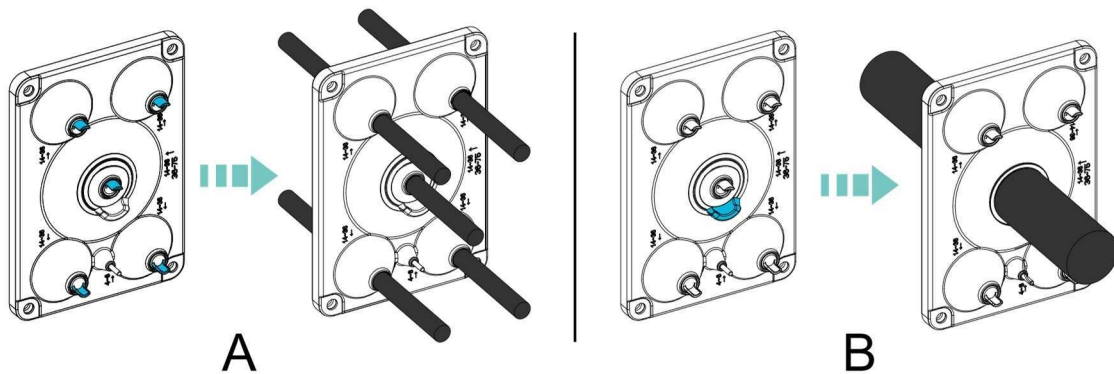

Fig. 4-6 Enrutar el cable a través del anillo de sellado
- Para cables de exterior de un solo núcleo, consulte la Fig. 4-6 (A). Nota: Cuando utilice el anillo de sellado central para el tendido, pase el cable de tierra a través de él en lugar de los cables L1, L2, L3 o N.
- Para cables de exterior de cuatro y cinco núcleos, consulte la Fig. 4-6 (B).